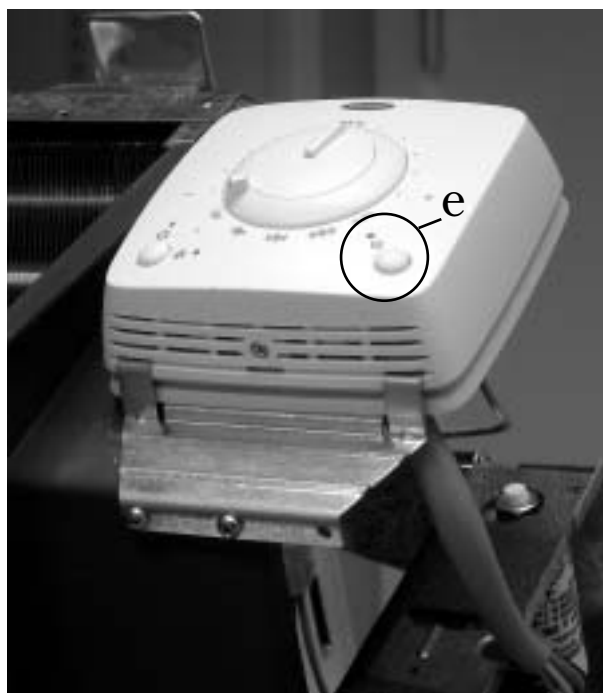

Fig. 2
9. Reglerenheten har en energisparfunktion som aktiveras med knappen märkt "e", fig. 2. Funktionen ska **ej** aktiveras i IVTs applikationer. Kontrollera att den gula lysdioden ej lyser.